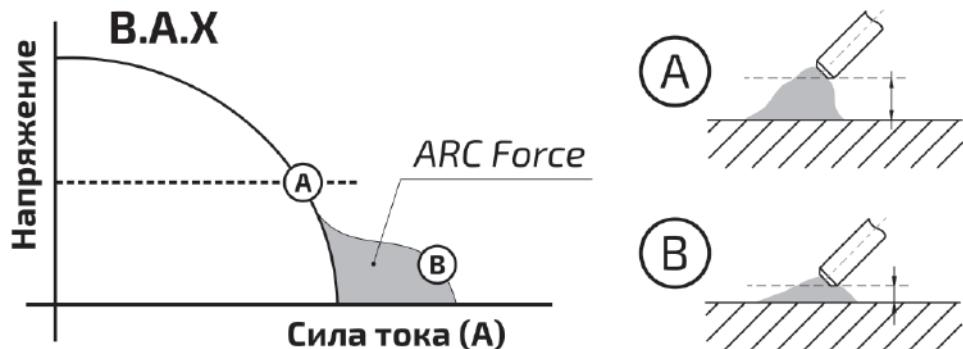

Рис. 6.2.3. Arc Force.
**Arc Force (форсаж дуги)** – рекомендуется применять при сварке покрытыми электродами на малых токах. В процессе сварки происходит автоматическая регулировка силы сварочного тока, что уменьшает склонность к залипанию покрытого электрода к свариваемой детали (см. рис. 6.2.3).
**7.** Установите необходимое значение Arc Force (см. рис. 6.2.3). **В большинстве случаев Arc Force можно установить в среднее значение.**